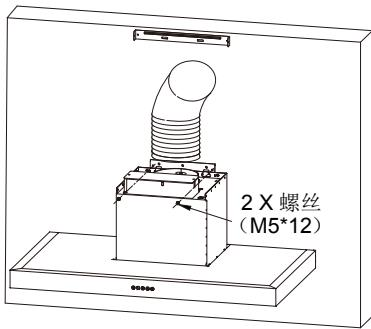

图6
- 固定主体上的排气管，紧固螺丝（M5*12），以避免抽油烟机滑离安装板。参见图6。